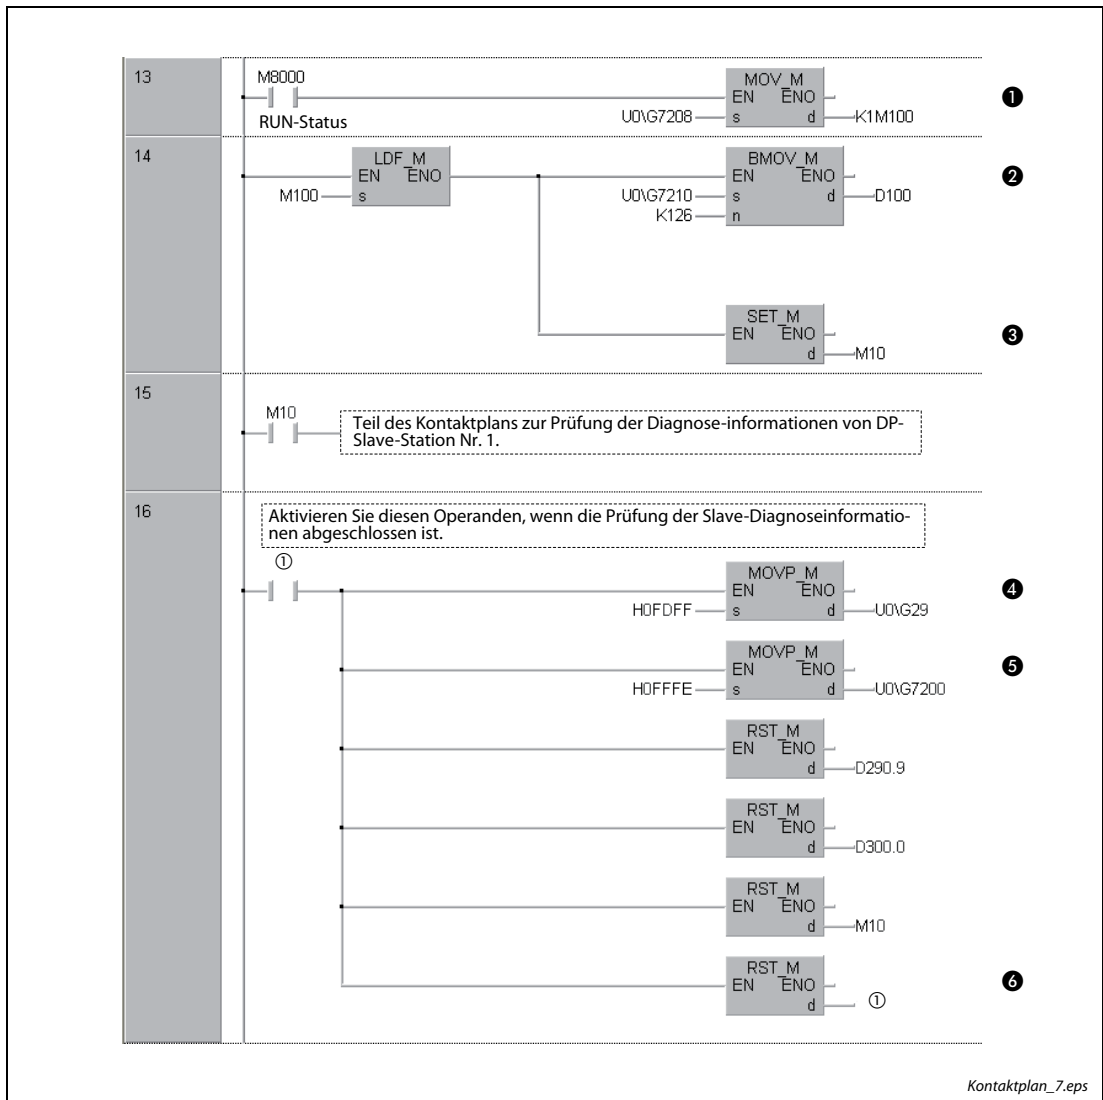

Abb. 7-14: Kontaktplan des Beispielprogramms mit dem GX IEC Developer (4)
①	Der Merker für die Slave-Diagnoseanforderung BFM #7208 wird gelesen.
②	Die Slave-Diagnoseinformationen werden aus dem Speicherbereich BFM #7210–7335 gelesen.
③	Die Nummer der DP-Slave-Station wird für die Anforderung der Diagnoseinformation in BFM #7209 geschrieben.
④	Der Merker „Slave-Diagnosedaten vorhanden“ wird zurück gesetzt (BFM #29, Bit 9).
⑤	Der Merker für zyklischen Slave-Kommunikationsfehler (Slave-Diagnosestatus) wird zurück gesetzt (BFM #7200, Bit 0).
⑥	Bei Aktivierung des mit ① gekennzeichneten Operanden, wird der Operand „Kommandoeingabe“ zurück gesetzt.
Tab. 7-7: Beschreibung des Kontaktplans in Abb. 7-14 (4)